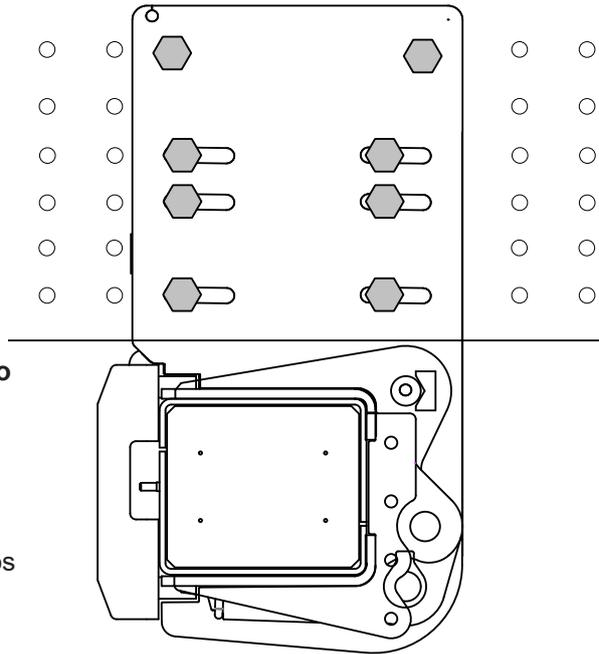

Figura 30. Montaje del soporte del chasis en un chasis de vehículo con agujeros previamente perforados
15. Atornillar los soportes en el exterior del chasis del vehículo. Montar en los agujeros alargados con un mínimo de 6 tornillos. Usar tornillos M14 adecuados (resistencia equivalente a M14 10.9 o superior) y montar la arandela y la tuerca correspondientes en el interior del chasis del vehículo. Montar los pernos sin apretar. Véase Figura 30.
18. Hacer agujeros en el chasis del vehículo para los tornillos de fijación de los dos agujeros redondos superiores de cada soporte. Usar tornillos M14 adecuados (resistencia equivalente a M14 10.9 o superior) y montar la arandela y la tuerca correspondientes en el interior del chasis del vehículo. Véase Figura 30 . Apretar los tornillos con una llave dinamométrica. **Par de apriete: Normal para el tornillo seleccionado.**